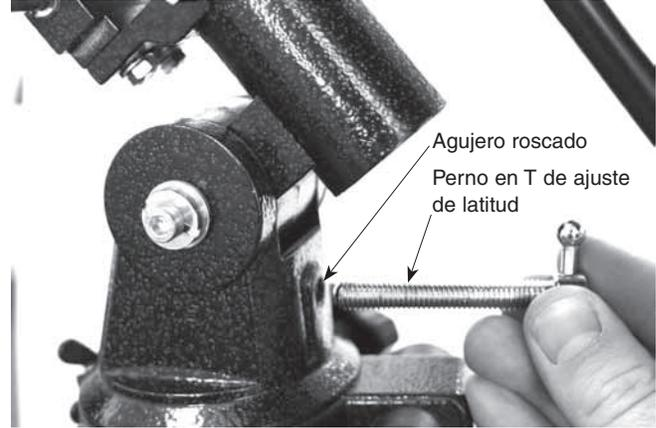

Figura 3. El perno en T de ajuste de la latitud debe colocarse en el agujero roscado en la parte trasera de la montura.
5. Instale el perno en T de ajuste de la latitud en el agujero roscado situado en la parte trasera de la montura (figura 3).